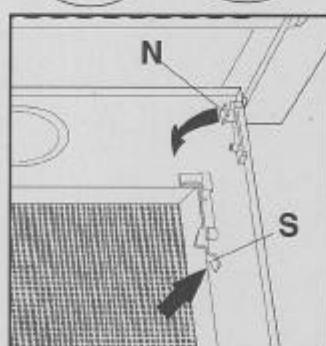

Fig. 4
- c. Zum vollständigen Entfernen der Roste die Haltefedern N, die als Zapfen für die Roste fungieren, betätigen. (Abb. 4)
- b) Die Halter **L** des Fettfilters lösen und ihn dann herausziehen (Abb. 8) oder, wenn es sich um Spezial-Metallfilter handeln sollte, diese durch Druck auf die Plastikfedern **S** aushaken. (Abb. 4)
- c. To remove the grates completely, use the **N** spring fasteners, which act as pins to hold the grate in place (Fig. 4).